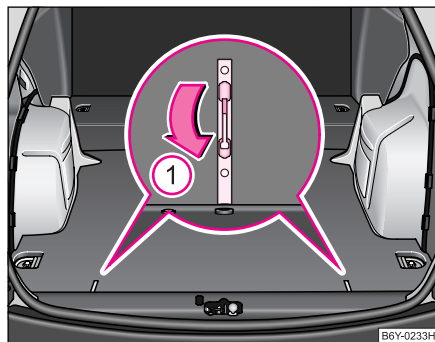

Fig. 190 Desbloqueo del piso
- Desbloquear primero el piso de carga abatiendo la palanca a la posición ① ⇒ fig. 190.